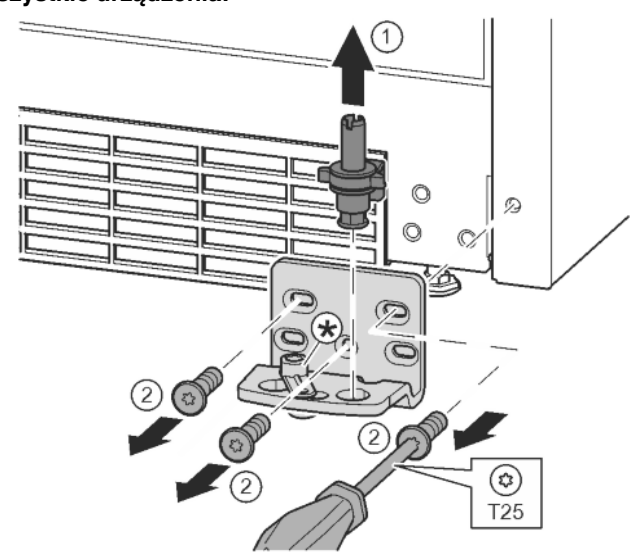

Fig. 15
- ▶ Kompletną płytkę zawiasu wyjąć w górę. Fig. 15 (1)
- ▶ Śruby wykręcić przy pomocy śrubokręta T25 i zdjąć płytkę zawiasu. Fig. 15 (2)